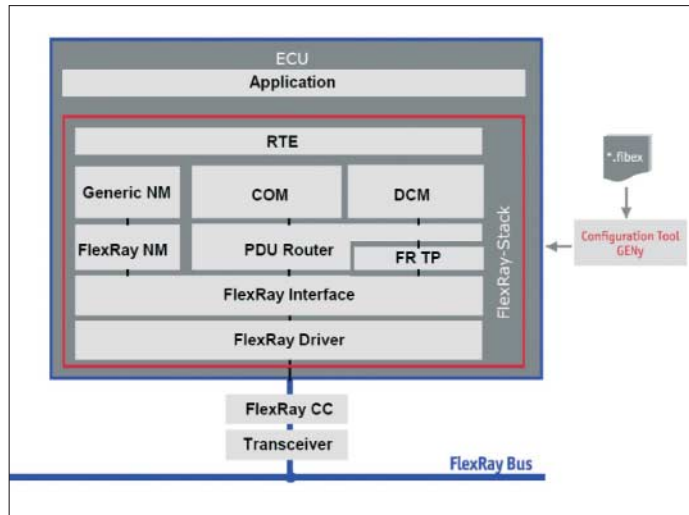

Bild 2: Schematischen Aufbau einer FlexRay-Basissoftware von Vector Informatik (Quelle der Bilder 2 bis 4: Vector Informatik GmbH)
Der schematische Aufbau einer FlexRay-Basissoftware der Vector Informatik ist in Bild 2 dargestellt. Im FlexRay-Stack sind die FlexRay-spezifischen Komponenten wie Interface, Treiber, Netzwerkmanagement (NM) oder das Transportprotokoll (TP) zusammengefasst. Der Treiber abstrahiert die Hardware und ermöglicht es, verschiedene Kommunikations-Controller (CC) zu bedienen. Er initialisiert den Controller, sendet und empfängt Frames und erkennt Controller-Fehler. Das Interface kommuniziert mit darüber liegenden Schichten, verarbeitet PDUs (Protocol Data Units) zu Frames – und umgekehrt. Außerdem erteilt es Sende- und Empfangsbestätigungen an die betroffenen Schichten. Das Netzwerkmanagement übernimmt die Koordination aller Steuergeräte im Cluster im Hinblick auf den Kommunikationsbedarf für das Bussystem. Liegt von keinem Busteilnehmer mehr Kommunikationsbedarf vor, wird der synchrone Übergang in den Bus-Sleep-Steuergerätemodus eingeleitet.